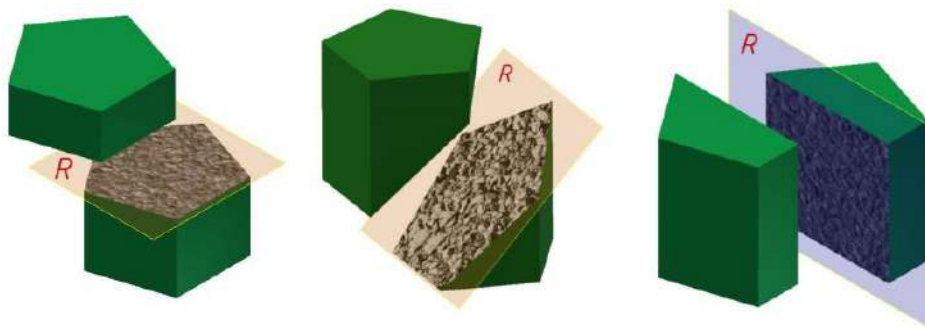

Рисунок 2 Сечение призмы плоскостью
- многоугольник, равный основанию, если секущая плоскость параллельна основанию призмы (рисунок 2, а);
- многоугольник, не равный основанию, если секущая плоскость наклонена к ребрам призмы (рисунок 2, б);
- прямоугольник, если секущая плоскость параллельна боковым ребрам призмы (рисунок 2, в).